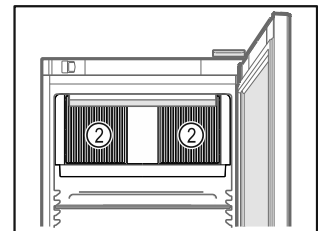

Fig. 59
- Дръжте вентилационните отвори Fig. 59 (2) на циркулационния вентилатор във вътрешността свободни.